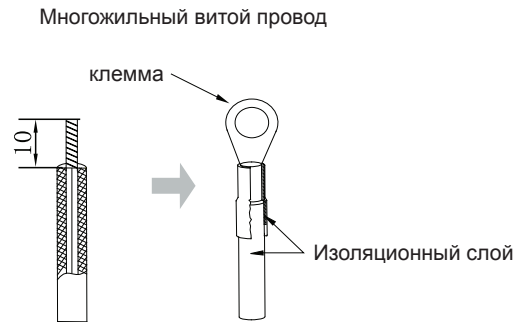

Рис.5.1.2
(2) Соединение витого провода (как показано на рис.5.1.2)